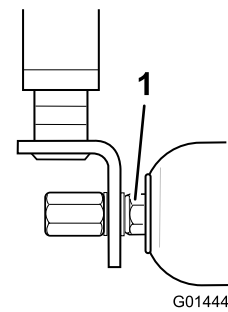

Figura 79
2. Se detetar um movimento excessivo, aperte cuidadosamente as porcas em cada extremidade do rolo apenas o suficiente para remover a folga da extremidade (Figura 79).